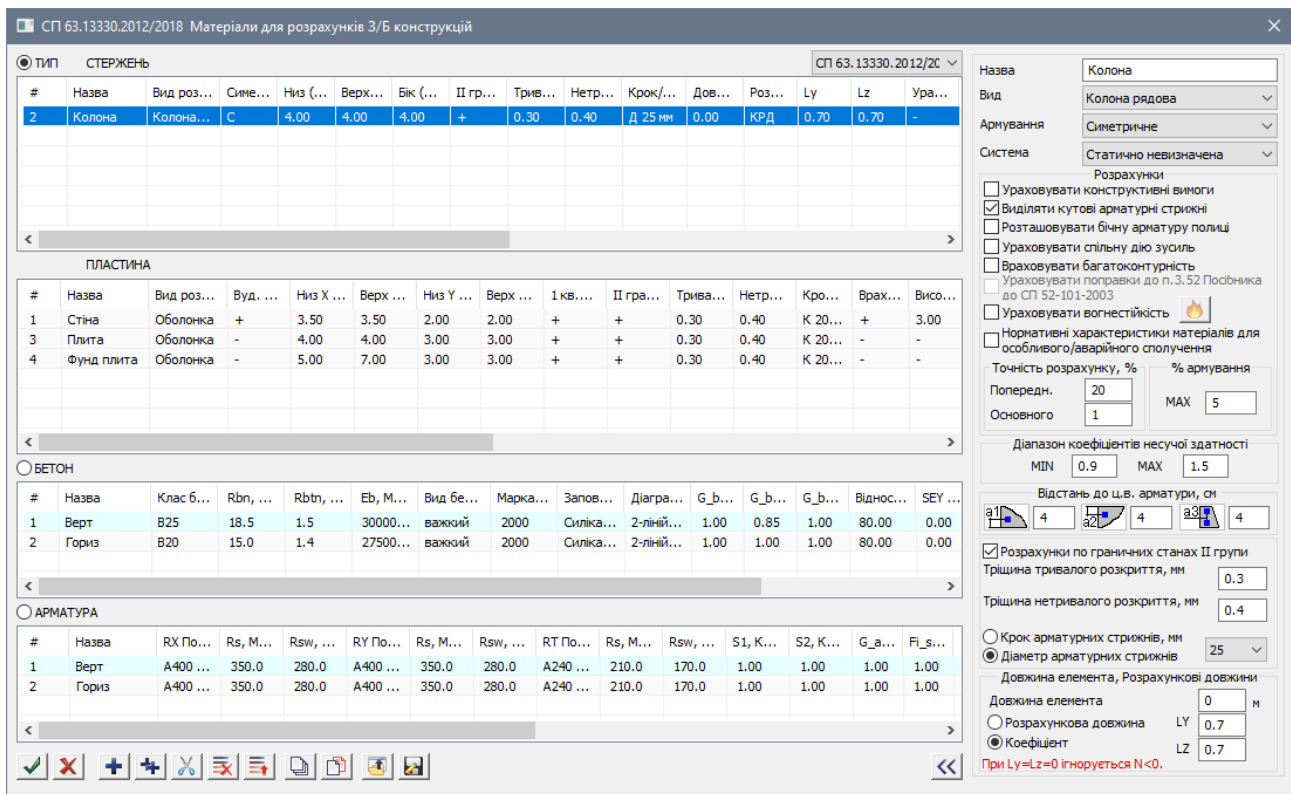

Рис. 23.27. Діалогове вікно **Матеріали для розрахунку З/Б конструкцій**
- У діалоговому вікні **Матеріали для розрахунку З/Б конструкцій** (рис. 23.27) для типу армування **Стержень** виділіть перший рядок **Колона**, і в правій частині діалогового вікна задайте наступні параметри для колон: